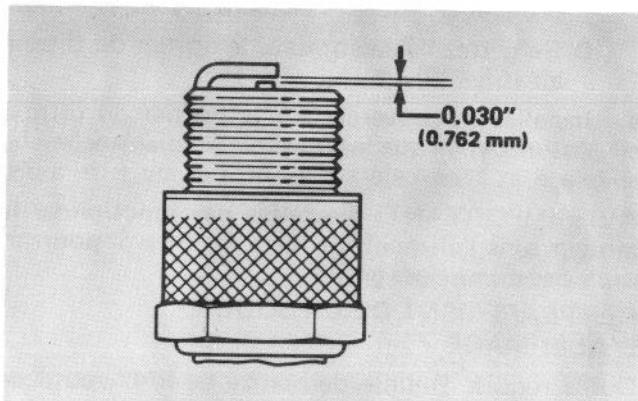

Figure 32
3. Réglez l'écartement des électrodes à 0.030 pouce (0.762mm) (Fig. 32). Installez la bougie réglée avec son joint et serrez-la à 15 lb-pi(20.4 N·m). Si vous ne disposez pas d'une clé dynamométrique, serrez la bougie fermement.